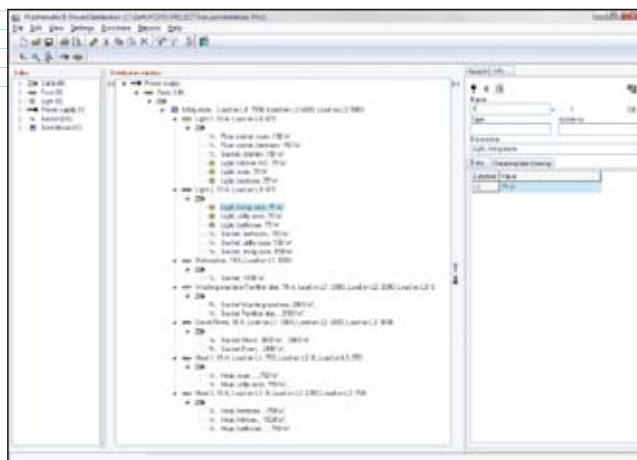

Рис. 1. Интерфейс PC|SCHEMATIC PowerDistribution
**PC|SCHEMATIC PowerDistribution** – это программный продукт, специально разработанный для проектирования новой (или фиксации существующей) структуры инсталляций всевозможных инженерных сетей и систем на объекте: электрических, сигнальных, водяных, канализационных, вентиляционных и пр. В отличие от программ для рисования схем, здесь электротехнический (или иной) проект будет представлен “под другим углом” – иерархически (рис. 1), что дает возможность быстро оперировать с ним в различных целях, включая проведение расчетов.